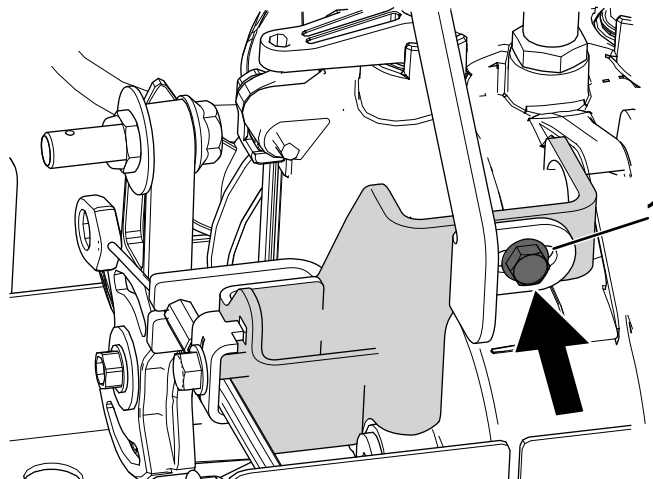

Figura 13
della trasmissione idrostatica superiore (Figura 13).
4. Serrate la vite (1/4" x 5/8") che fissa la staffa della trasmissione idrostatica alla staffa della trasmissione idrostatica superiore (Figura 13).